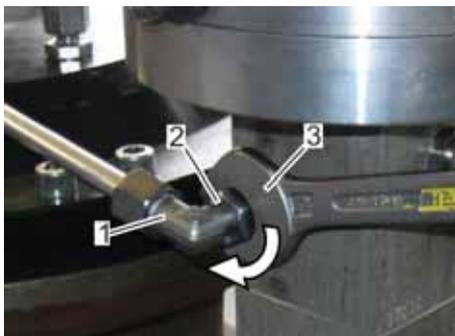

Abb. 13: Stelldruckleitung festdrehen
4. ➤ Die Überwurfmutter (Abb. 13/2) mit einem Gabelschlüssel SW 19 (Abb. 13/3) festdrehen. Dabei den Stutzen am Gerät (Abb. 12/3) mit einem 2. Gabelschlüssel SW 19 gegenhalten.